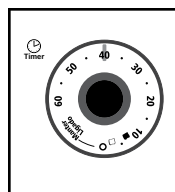

Figura 3
4. **Botão do timer com sinal indicador:** Estabelece o tempo de cocção até um máximo de 60 minutos. Apaga automaticamente o forno ao finalizar o tempo de cocção. (Veja Figura 3)